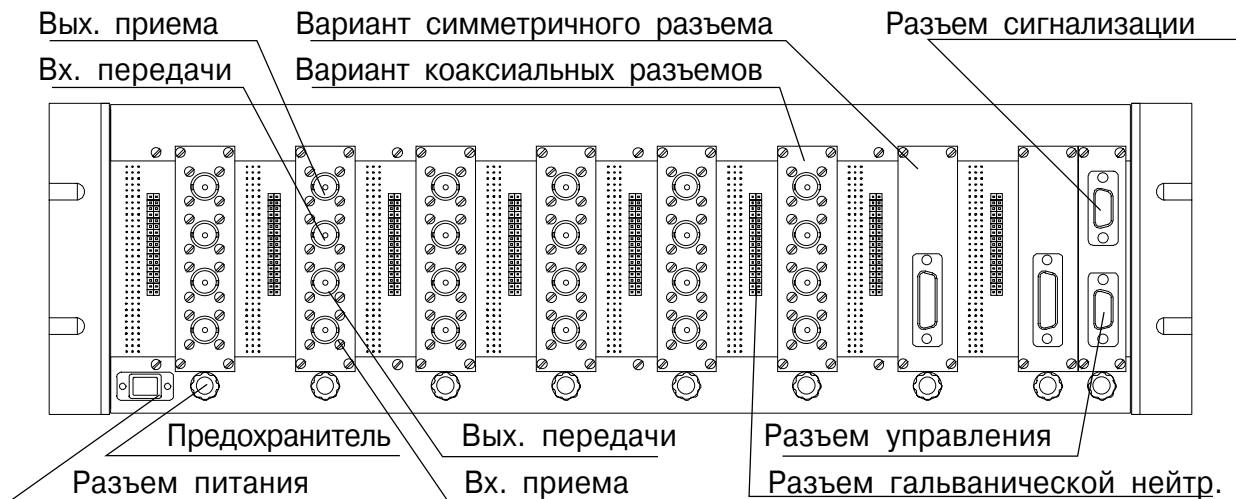

Рис.2.
1.2. Расположение разъемов, посредством которых кассета эхоградителей подключается к станционному оборудованию и к терминалу, показано на рис. 2.